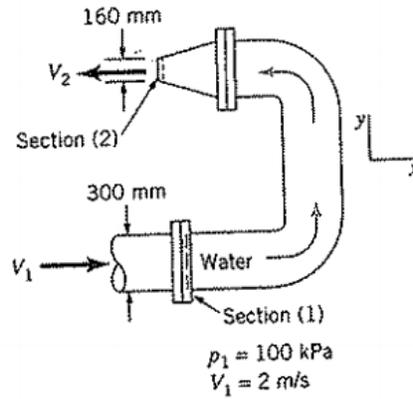

Figura 3: Problema 3
Determine la magnitud y dirección de la fuerza de anclaje necesaria para mantener la configuración de codo y boquilla mostrada en la figura 3. La presión atmosférica es de 100 kPa , la presión relativa en la sección (1) es de 100 kPa . En la sección (2), el agua escapa hacia la atmósfera.